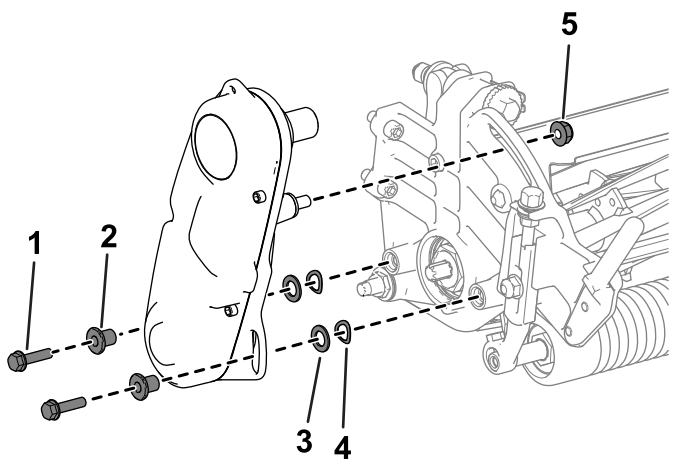

Figura 12
1. Îndepărtați elementele care fixează ansamblul de acționare a cilindrului pe placa laterală (Figura 12).
2. Îndepărtați ansamblul de acționare a cilindrului, șaibele plate, șaibele elastice și distanțierele de pe placa laterală (Figura 12).